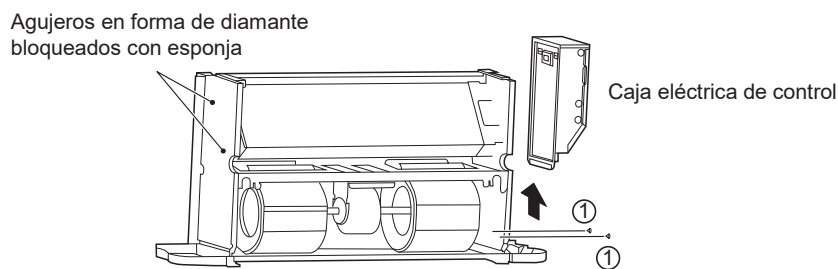

Figura 5-19 Extracción de la caja de control eléctrico y bloqueo de los orificios en forma de diamante
Como se muestra en la Figura 5-19, quite los tornillos ①\*2 para sacar el cuadro eléctrico.